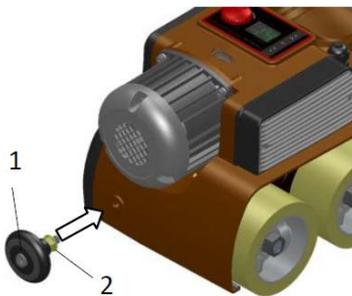

Abb. 21: Griff montieren
Schritt 6: Den Griff am Vorschubapparat montieren (Abb. 21). Nicht zu sehr festziehen, der Griff soll drehbar bleiben.